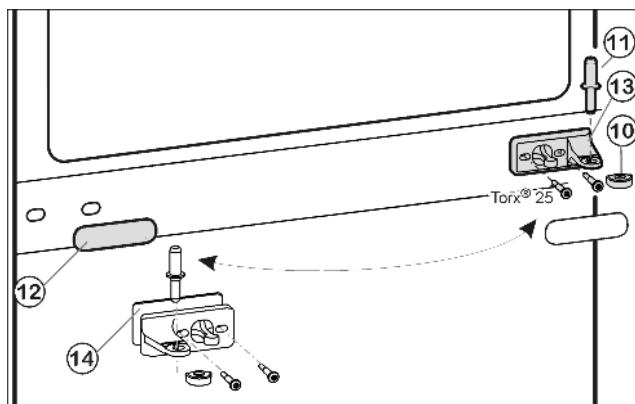
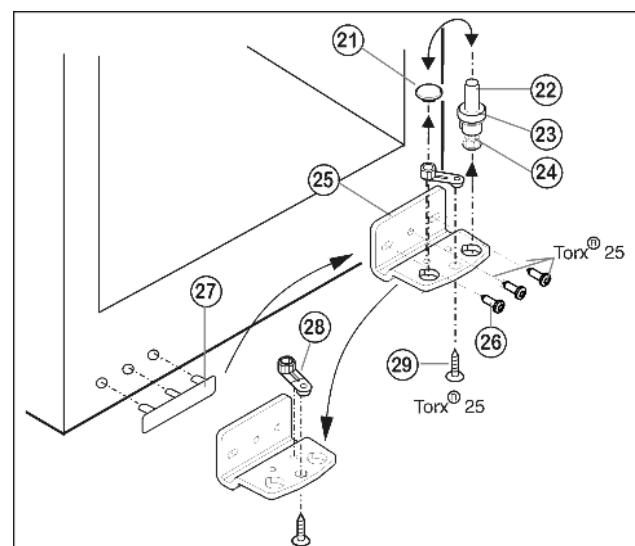

Fig. 9
Fig. 10
- Вытащите из опорного кронштейна и нижней дверцы средний опорный винт Fig. 9 (11).
- Снимите пластмассовый колпачок Fig. 9 (10).
- Открутите средний опорный кронштейн Fig. 9 (13) (2 шт. Torx® 25).
- ▶ Осторожно снимите накладку Fig. 9 (12).
- ▶ Прикрутите средний опорный кронштейн Fig. 9 (13) с подкладкой Fig. 9 (14) с поворотом на 180° на новую сторону шарнира (**с моментом 4 Нм**).
- ▶ Защелкните накладку Fig. 9 (12), повернув на 180°, на стороне, где теперь будет ручка.
- ▶ Извлеките опорный винт Fig. 10 (22) в комплекте с шайбой Fig. 10 (23) и регулируемой опорой Fig. 10 (24), вытягивая его вверх.
- ▶ Снимите пробку Fig. 10 (21).
- ▶ Открутите Fig. 10 (26) опорный кронштейн Fig. 10 (25).
- ▶ Открутите Fig. 10 (29) опорную деталь Fig. 10 (28) и, переставив в отверстие на противоположной стороне опорного кронштейна, снова прикрутите.
- ▶ Осторожно снимите и переставьте на противоположную сторону крышку со стороны ручки Fig. 10 (27).
- ▶ Снова прикрутите опорный кронштейн Fig. 10 (25) на новой стороне шарнира (**с моментом 4 Нм**). При необходимости используйте аккумуляторный шуруповерт.
- ▶ Переставьте пробку Fig. 10 (21) в свободное отверстие.
- ▶ Вновь установите опорный винт Fig. 10 (22) в комплекте с шайбой и регулируемой опорой. При этом фиксатор должен быть направлен назад.
- ▶ Установите нижнюю дверцу сверху на нижний опорный винт Fig. 10 (22).
- ▶ Снова наденьте пластмассовый колпачок Fig. 9 (10) на средний опорный кронштейн Fig. 9 (13).
- ▶ Вставьте средний опорный винт Fig. 9 (11) на новой стороне шарнира через средний опорный кронштейн Fig. 9 (13) в нижнюю дверцу.
- ▶ Установите верхнюю дверцу на средний опорный винт Fig. 9 (11).
- ▶ При необходимости выровняйте дверцы через два продольных паза в нижнем опорном кронштейне Fig. 10 (25) и среднем опорном кронштейне Fig. 9 (13) параллельно корпусу устройства. Для этого выкрутите средний винт на нижнем опорном кронштейне Fig. 10 (25).